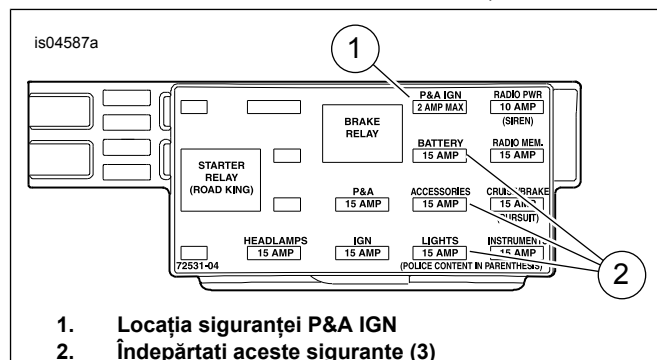

Figura 14. Cavitatea siguranței P&A IGN (Modelele Touring 2004 – 2007)
3. **Modelele ALL:** consultați Figura 14. Găsiți cavitatea siguranței marcată „P&A IGN”, „2A MAX” (1). Există o bară colectoare care alimentează o parte din acest circuit, dar nu va exista niciun cablu sau siguranță de îmbinare. Scoateți cele trei siguranțe (2) montate în prezent în această ordine, notând locul acestora.